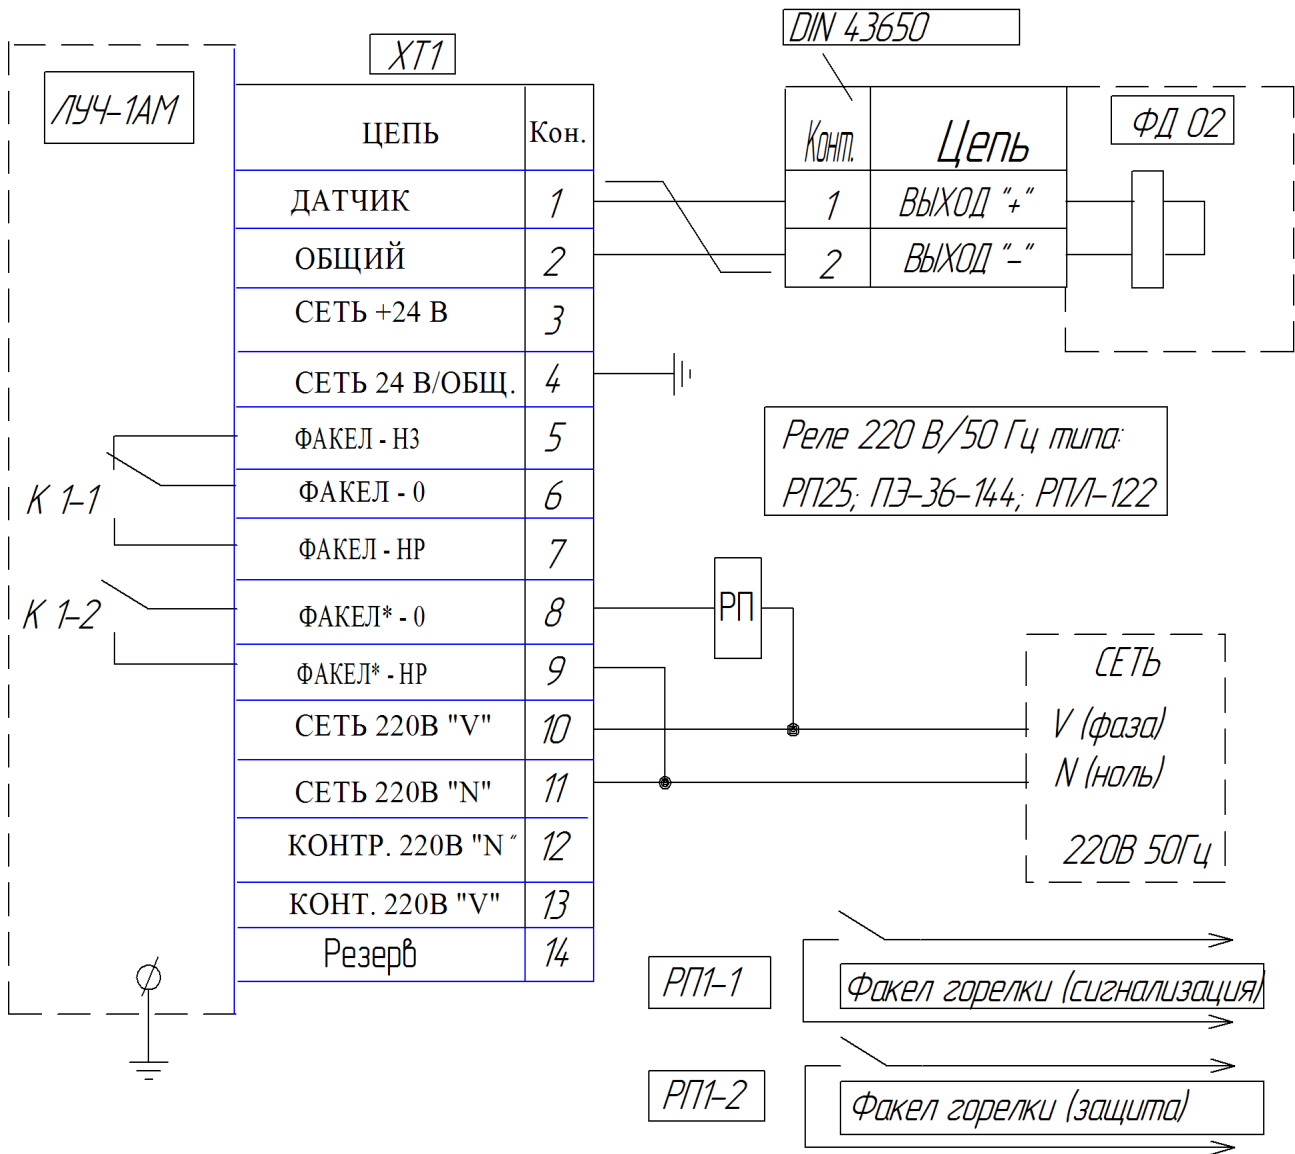

Рис.10. Типовая схема подключения сигнализатора ЛУЧ-1АМ для контроля горелки фотодатчиком ФД-02.
- Рис. 10. Типовая схема подключения сигнализатора ЛУЧ-1АМ для контроля факела горелки фотодатчиком ФД-02.